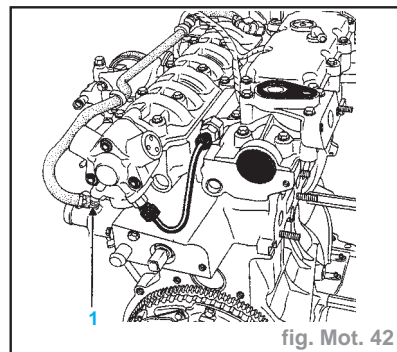

fig. Mot. 42
- Débrancher le raccord d'alimentation de carburant (1) sur la pompe haute pression (fig. Mot. 42) et y placer un raccord en «T» équipé du manomètre de contrôle Mot. 1311.